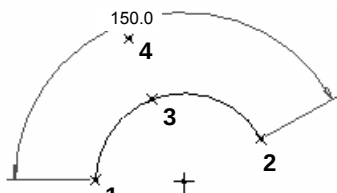

图 4.9.10 标注圆弧角度
Step2. 分别选择弧的端点 1、端点 2 及弧上一点 3；中键单击位置 4 以放置尺寸，然后选中图 4.9.10 所示的弧长尺寸，在弹出的快捷菜单中选择 **转换为角度** 命令，如图 4.9.10 所示。